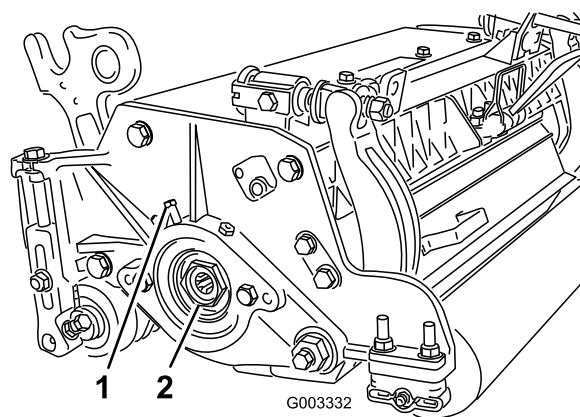

Figura 32
- A. Desaperte o parafuso do conjunto externo segurando a porca de ajuste do rolamento localizado no lado esquerdo da unidade de corte (Figura 32).